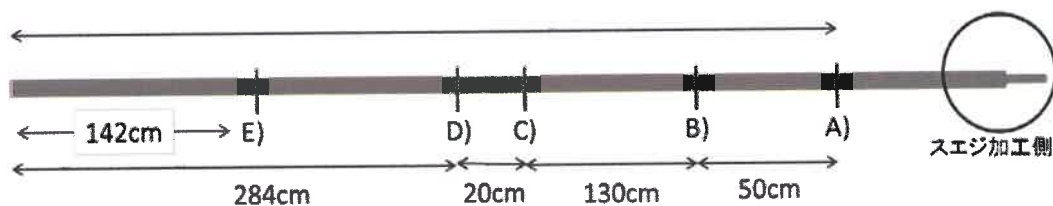

図23 直管パイプへの印付け
1) メインアーチパイプの加工 (図23)
- ①直管パイプに、以下の5カ所に印を付けます。